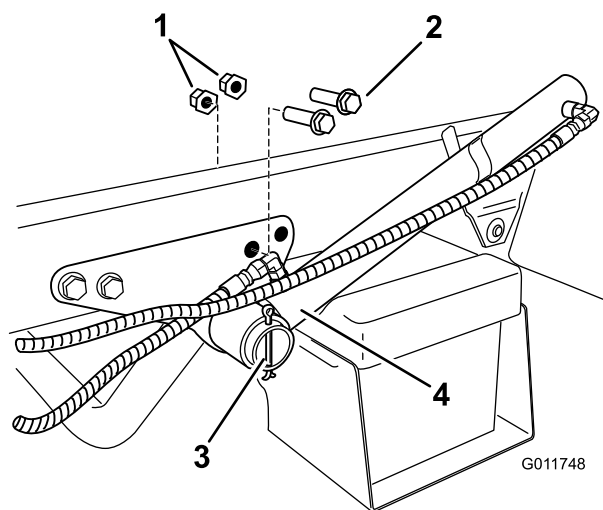

Figura 7
- 1. Rimuovete i 2 bulloni posteriori e i 2 dadi flangiati che si trovano sulla staffa del cilindro sinistro (Figura 7).